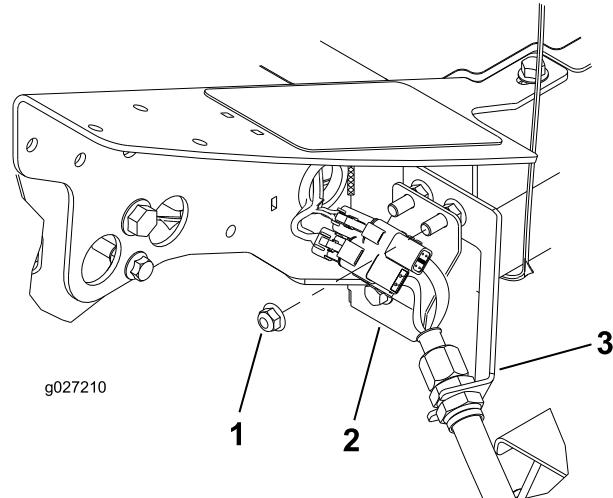

图11
1. 在机架的左前角处（4号滚刀组位置），拆下将隔板支架固定到机器的额外凸缘头螺母（图11）。
3. 将接头板插到隔板安装螺栓上，接头位置如图11所示。